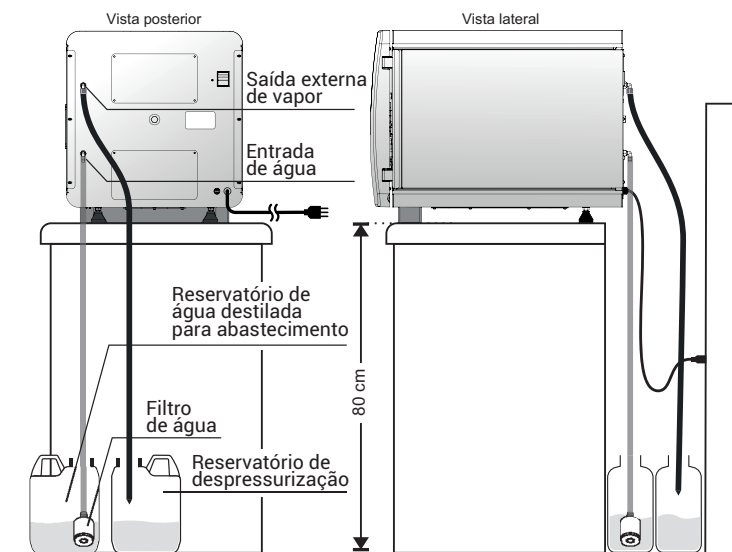

Fig.1
1. Conecte a mangueira transparente na entrada de água e insira a ponta com o filtro de água no reservatório de água destilada (Fig. 1).
1. Conecte a mangueira de despressurização na saída externa de vapor da autoclave (Fig.1).